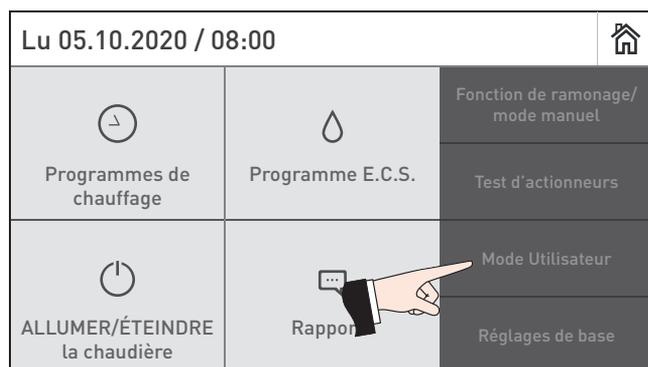
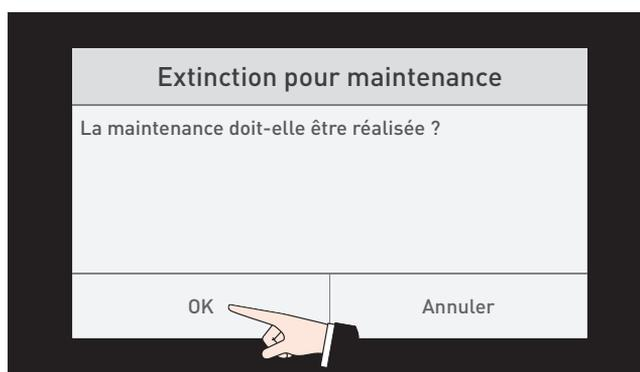

Fig. 60 Mode utilisateur
Fig. 62 OK → Eteindre la chaudière
- Pour le nettoyage général, toujours éteindre préalablement la chaudière via « Mode utilisateur » → « Extinction pour maintenance » → « OK » (Fig. 60 à Fig. 62 sur la page 34) et attendre jusqu'à ce que la phase d'extinction soit terminée.
- ▶ Pour le nettoyage général, toujours éteindre préalablement la chaudière via « Mode utilisateur » → « Extinction pour maintenance » → « OK » (Fig. 60 à Fig. 62) et attendre jusqu'à ce que la phase d'extinction soit terminée.
- ▶ Toujours éteindre préalablement la chaudière via « Mode utilisateur » → « Extinction pour maintenance » → « OK » (Fig. 60 à Fig. 62) et attendre que la phase d'extinction soit terminée (cette phase peut durer 1 heure), puis mettre la chaudière hors tension à l'aide de l'interrupteur principal et la sécuriser contre toute remise en circuit – Fig. 63.
- ▶ Pour le nettoyage général, toujours éteindre préalablement la chaudière via « Mode utilisateur » → « Extinction pour maintenance » → « OK » (Fig. 60 à Fig. 62 sur la page 34) et attendre jusqu'à ce que la phase d'extinction soit terminée.
- ▶ Toujours éteindre préalablement la chaudière via « Mode utilisateur » → « Extinction pour maintenance » → « OK » (Fig. 60 à Fig. 62 sur la page 34) et attendre que la phase d'extinction soit terminée (cette phase peut durer 1 heure), puis mettre la chaudière hors tension à l'aide de l'interrupteur principal et la sécuriser contre toute remise en circuit – Fig. 63 sur la page 35.
- Toujours éteindre préalablement la chaudière via « Mode utilisateur » → « Extinction pour maintenance » → « OK » (Fig. 60 à Fig. 62 sur la page 34) et attendre que la phase d'extinction soit terminée (cette phase peut durer 1 heure), puis mettre la chaudière hors tension à l'aide de l'interrupteur principal et la sécuriser contre toute remise en circuit – Fig. 63 sur la page 35.